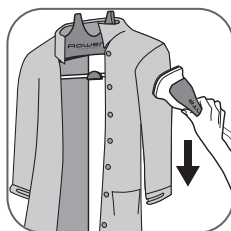

fig. 13
- Commencez par le haut du vêtement et descendez progressivement (fig.13). Veillez à toujours tenir le tuyau flexible en position verticale.